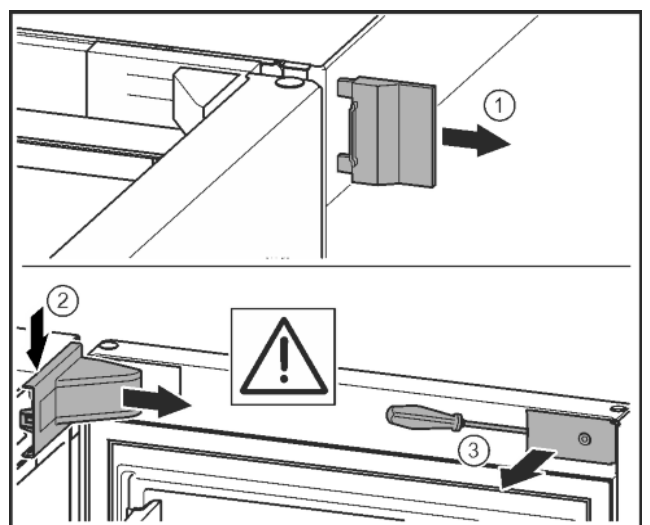

Fig. 9
- ▶ Зніміть зовнішню кришку. *Fig. 9 (1)*
- ▶ Звільніть і ослабте кришку опорного кронштейна. Зніміть кришку опорного кронштейна. *Fig. 9 (2)*
- ▶ За допомогою шліцевої викрутки звільніть від фіксатора та поверніть убік накладку. *Fig. 9 (3)*